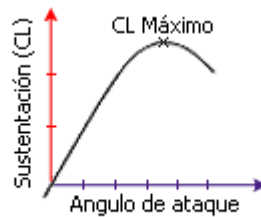

Fig.1.3.7 - Coeficiente de sustentación vs. Ángulo de ataque.
En la fig.1.3.7 se ve de forma general como aumenta el coeficiente de sustentación (CL) con el ángulo de ataque hasta llegar al CL máximo, a partir del cual la sustentación disminuye con el ángulo de ataque. Los valores y la forma de la curva en la gráfica dependerán de cada perfil concreto.